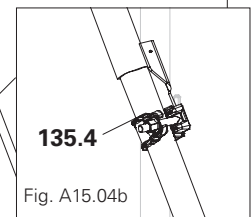

Fig. A15.04b
3. Sbloccare il giunto inferiore (135.4) ed estrarre l'elemento di contrasto multiplo fino a raggiungere l'angolo di appoggio richiesto di $\alpha \leq 60^\circ$. Serare il giunto inferiore. (Fig. A15.04b)